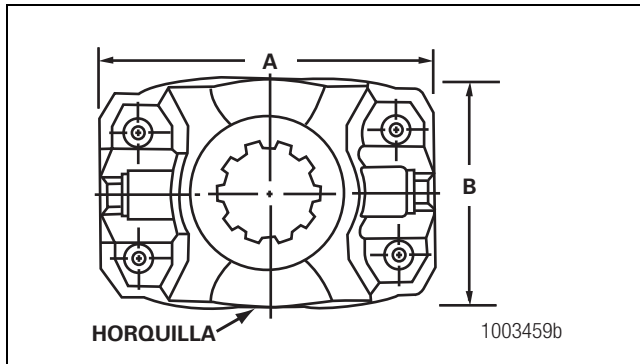

Figura 10.2
1. Mida las dimensiones A y B de la horquilla a la cual se va a dar servicio. Figura 10.2.